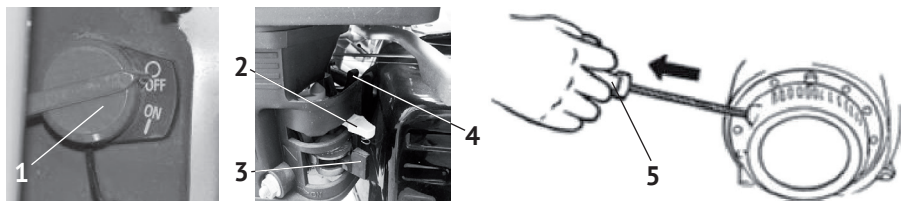

рис.3
- перевести выключатель зажигания (рис.3 поз.1) в положение «Включено» (ON);
- рычаг воздушной заслонки (рис.3 поз.2) перевести в крайнее левое положение «закрыто» при пуске холодного двигателя (для прогретого двигателя рычаг устанавливается в промежуточном положении);
- кран подачи топлива (рис.3 поз.3) повернуть вправо в положение «Включено» (ON);
- перевести рычаг дроссельной заслонки (рис.3 поз.4) приблизительно на 1/3 её хода от положения «Черепаша» к положению «Заяц»;
- медленно потяните за рукоятку стартера (рис.3 поз.5) до появления сопротивления, а затем резким движением вытяните трос на всю длину. Повторите
- перевести рычаг дроссельной заслонки (рис.3 поз.4) в положение «Черепаха» и дать двигателю поработать на холостых оборотах для охлаждения агрегатов.
- повернуть выключатель зажигания (рис.3 поз.1) в положение «Выключено» (OFF);
- перевести топливный кран (рис.3 поз.3) в положение «Выключено» (OFF).